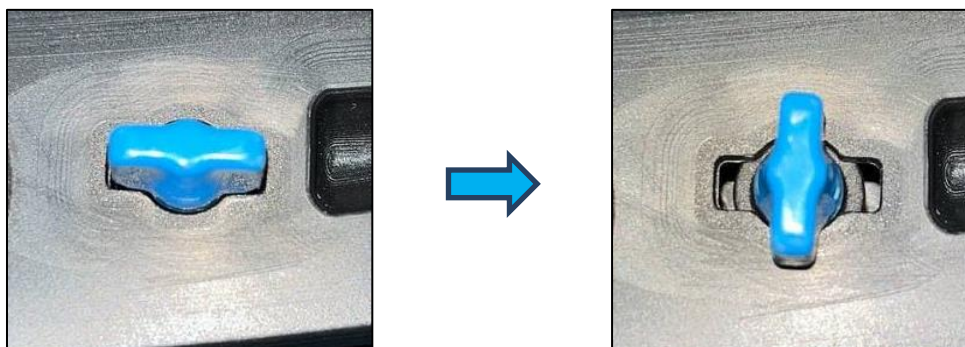

Fig. 9
6. Tournez les quatre fixations à 90 degrés pour les bloquer en place. (Fig. 9)